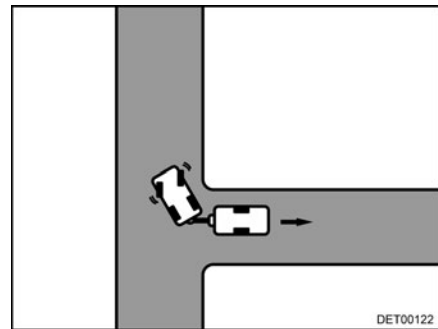

Fig. 14 Braquer à droite
- Braquer à droite et avancer prudemment en marche arrière (Fig. 14).